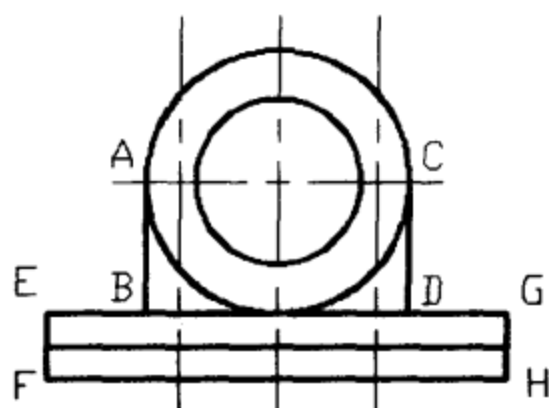

图 1-17 绘制轮廓线
结束命令, 如图 1-17 所示。
(15) 回车重复【直线】命令。使用【对象捕捉】工具条中【捕捉到端点】功能, 捕捉 E 点、F 点绘直线 EF, 捕捉 G 点、H 点绘直线 GH, 如图 1-17 所示。
(16) 单击【修改】工具条中【修剪】命令按钮。命令行提示: